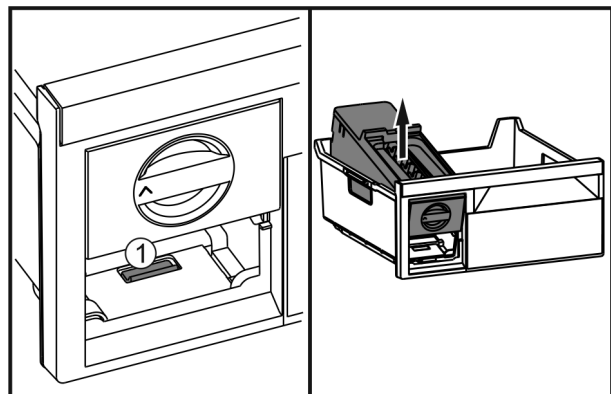

Fig. 55
- ▶ Нажать на накладку Fig. 55 (1), EasyTwist-Ice поднять сзади и вынуть из выдвижного ящика морозильника.